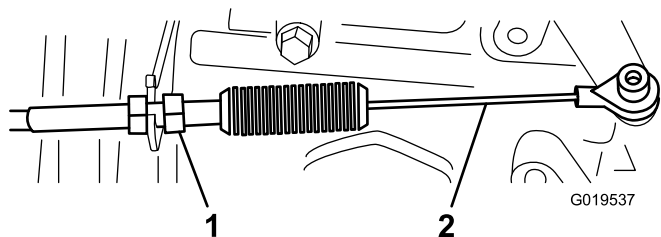
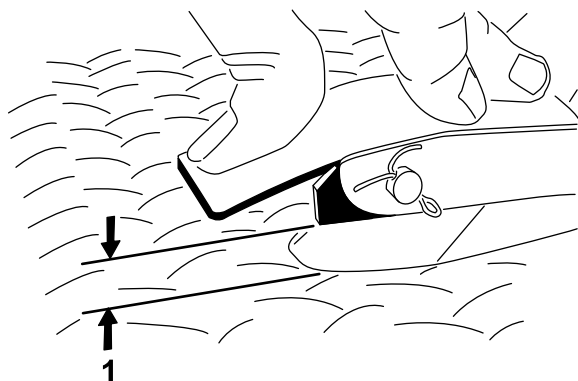

Figura 67
Figura 68
2. Ajuste la articulación esférica del cable del acelerador (Figura 67) hasta que haya 2,54 a 6,35 mm de holgura entre el brazo del pedal del acelerador y el borde superior del dibujo a rombos de la chapa de suelo (Figura 68) al aplicar una fuerza de 11,3 kg al centro del pedal. Apriete la contratuerca.